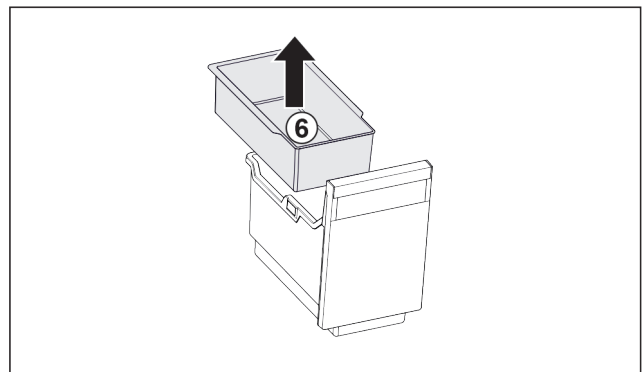

Fig. 100
- ▶ Извлеките Fig. 100 (6) подвесной лоток.